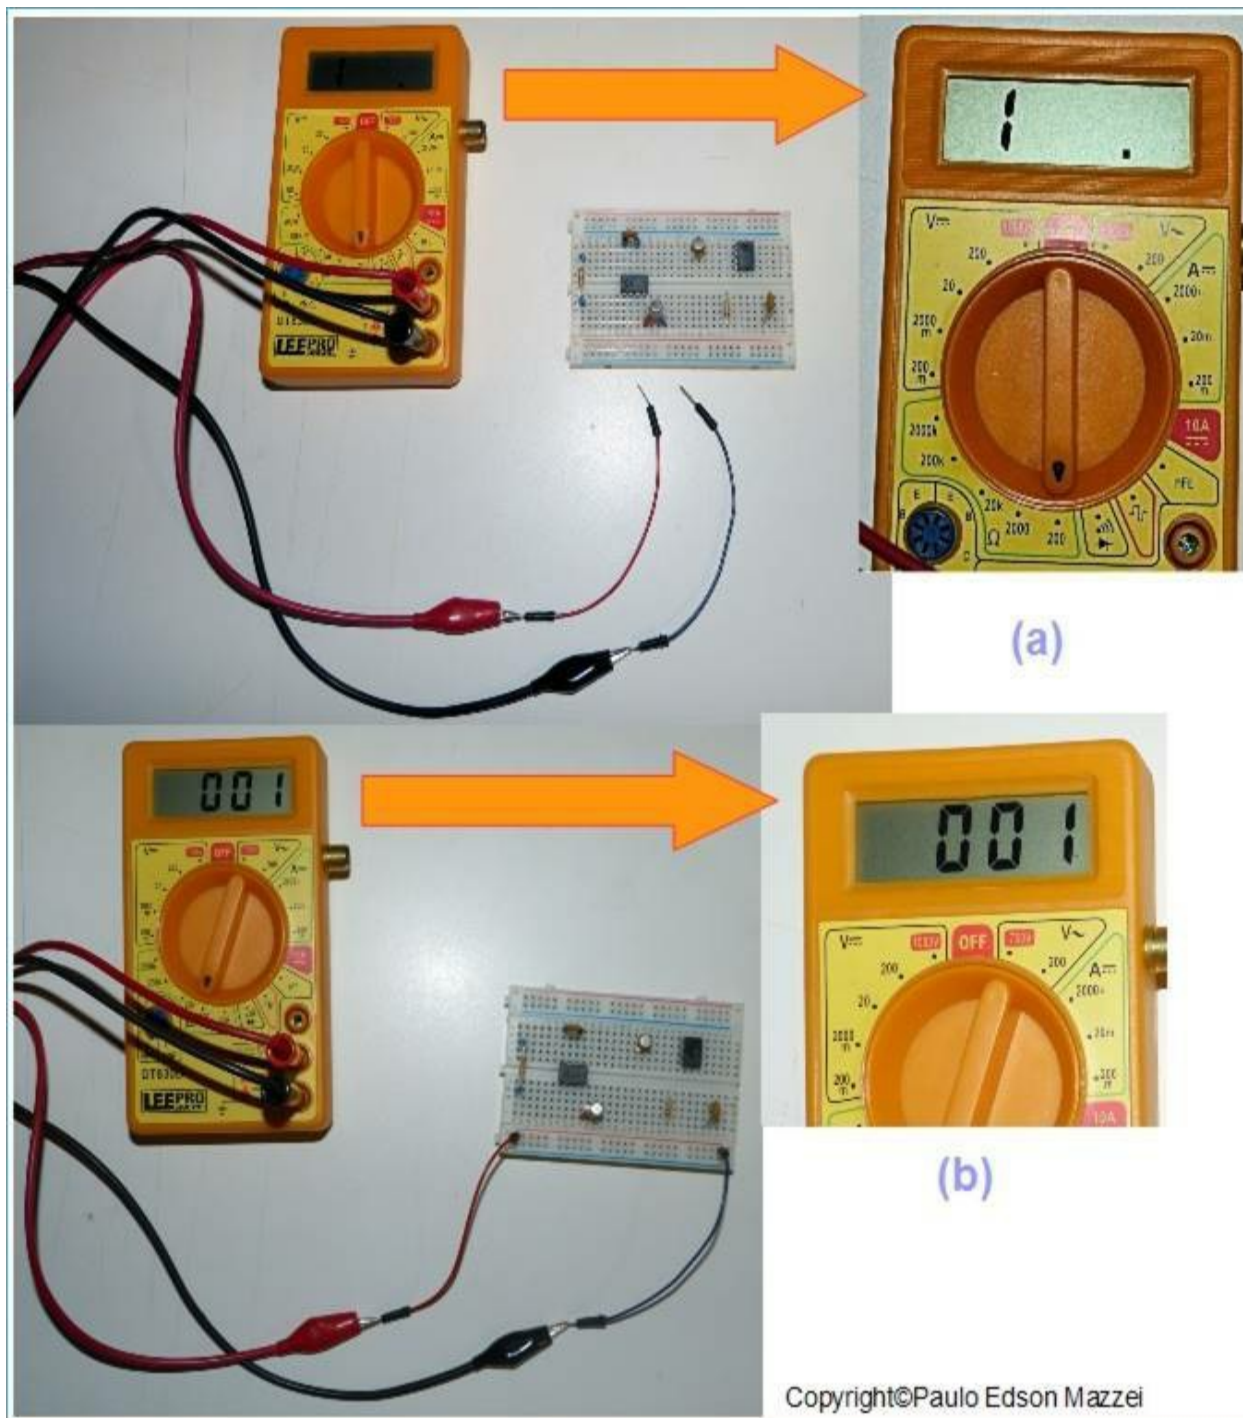

Figura 50 - Medindo a continuidade da trilha do Protoboard, usando o multímetro digital.
Você pode usar o multímetro digital ou analógico para identificar as filas ou fileiras de contatos. Veja a **figura 50**.
- – Coloque as pontas de prova no multímetro conforme mostrado na figura 50.